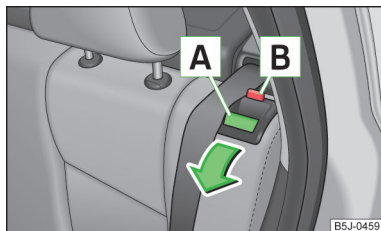

Fig. 41
- Presionando el botón de seguridad **A** » fig. 41 desbloquear el respaldo e inclinar hacia delante.